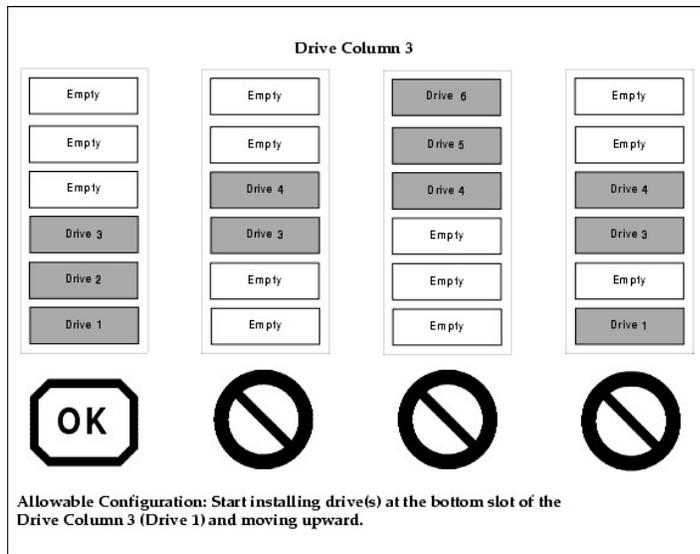
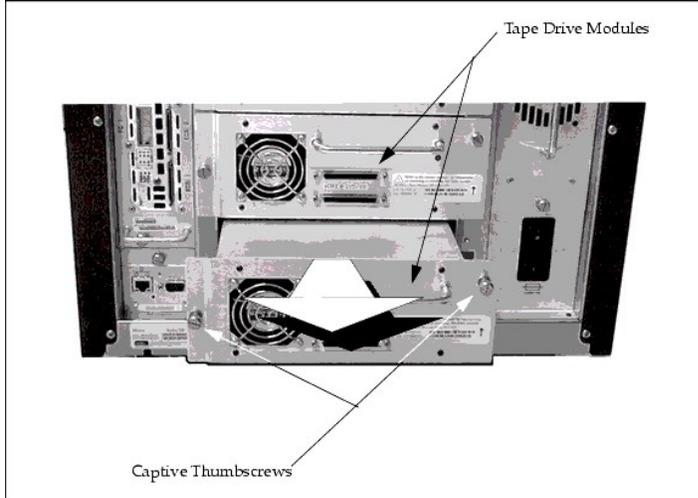

图 1. 允许的磁带驱动器模块的安置
图 2. 安装磁带驱动器模块
请参考图 1和图 2。
**警告：** 您必须将磁带库中的第一个磁带驱动器模块安装在驱动器列的底部驱动器槽位（列 3 - 槽位 A）中，其余的驱动器模块也需按顺序安置在槽位（B 到 F）中，如图 1所示。如果不按照这种顺序进行安装，磁带库将无法完成初始化，而且无法在学习过程中识别驱动器。